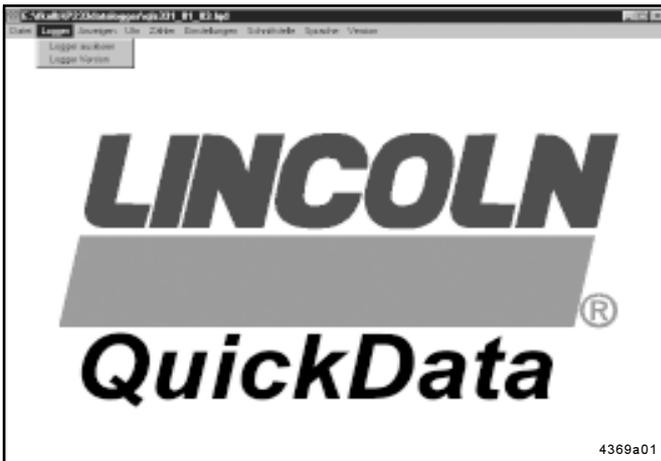
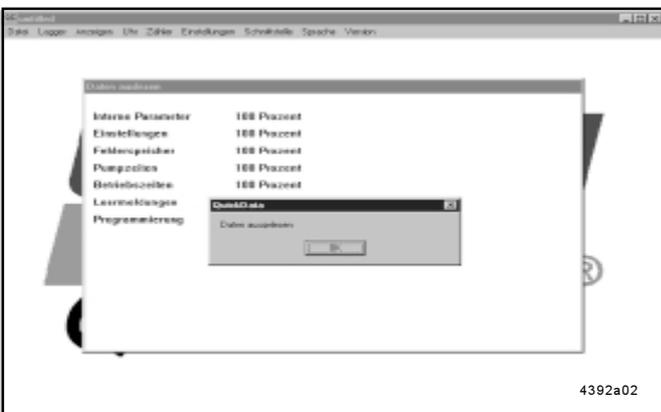

Abb. 8 - Menueleiste Logger
Abb. 10 - Auslesevorgang ist beendet
- \* Unter dem Menue „Logger“ die Daten durch Anklicken der Schaltfläche „Logger auslesen“ auslesen, siehe Abb. 8 . Sie erhalten dabei ein Fenster wie in Abb. 10 gezeigt.